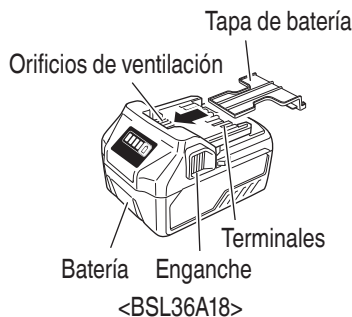

Fig. 3
- **Instale la batería en la herramienta o guárdela presionando con firmeza la cubierta de la batería hasta que los orificios de ventilación queden ocultos para evitar cortocircuitos (ver Fig. 3).**